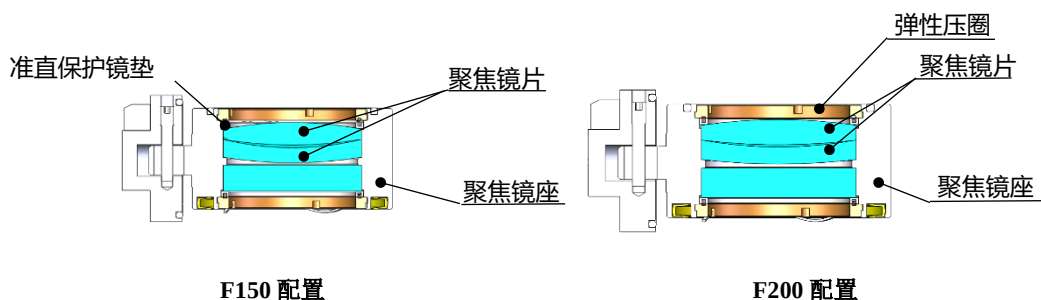

图 4.6 — 聚焦镜片安装示意图
- 按图 4.6 所示方向将聚焦镜片和弹簧压圈小心地安放到镜座内，适当用力旋紧压圈；